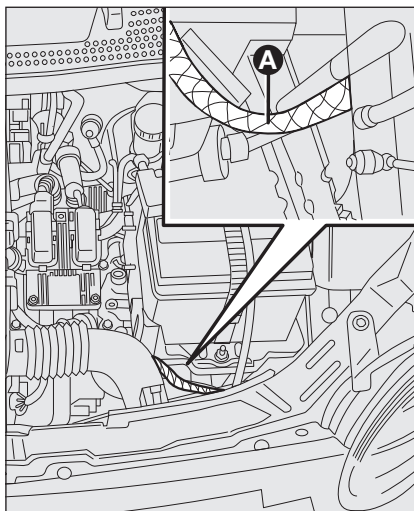

fig. 1a - Versioni Duratec
- ☐ conectar con un segundo cable el borne negativo – de la batería auxiliar con un punto de masa **A** en el vehículo a arrancar (**fig. 1a-1b**);